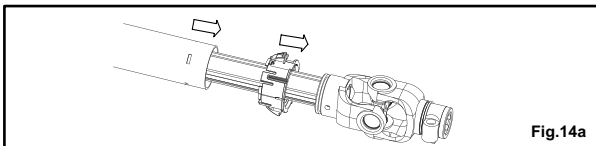
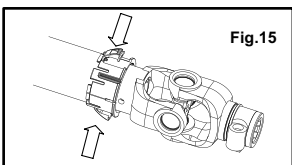

Fig.14a
Fig.15
- 3) Introduza a virola na própria sede na garra interna do eixo e, simultaneamente, faça coincidir os quatro dentes da virola com os quatro furos oblongos realizados no tubo de protecção de plástico, inserindo-os neles (Fig. 14a e Fig. 15).
- 3) Zet de ring op de speciale plaats op de interne klem van de as en laat tegelijkertijd de tanden van de ring samenvallen met de vier slobgaten in de kunststof buis van de bescherming. (Fig.14a en Fig.15).
- 3) Anbring ringmøtrikken i det respektive sæde på den indvendige bakke og sørg samtidig for, at de fire tænder på ringmøtrikken flugter med de fire kærnhuller på afskærmningens plastrør (fig. 14a og 15).
- 3) Montera kopplingsmuttern på kraftöverföringsaxelns inre gaffel och passa samtidigt in kopplingsmutterns fyra tänder i motsvarande hål på skyddsröret (fig. 14a och 15).